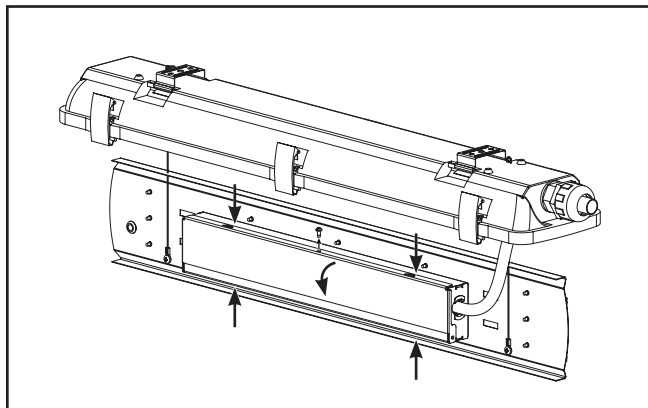

Figure 8.
9. Retirez la vis du centre de la porte du boîtier du pilote et mettez-la de côté. Appuyez sur les deux côtés du boîtier du pilote et ouvrez la porte en la faisant glisser. (Figure 8)